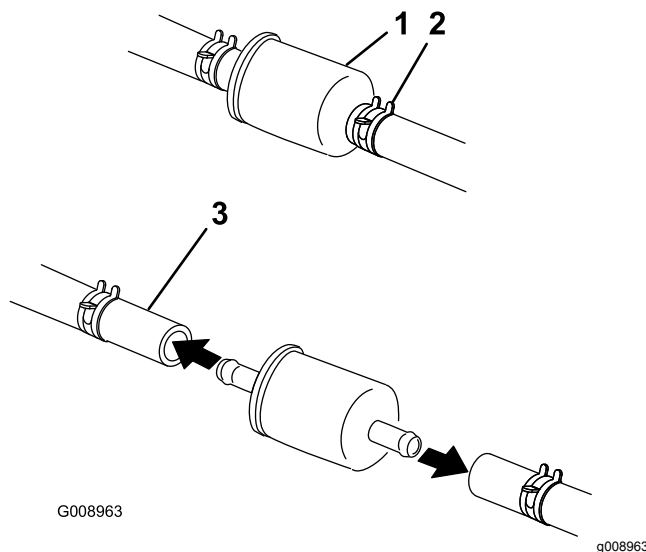

Figura 54
5. Premete le estremità delle fascette stringitubo ed allontanatele dal filtro (Figura 54).
7. Montate un nuovo filtro ed avvicinate le fascette stringitubo al filtro (Figura 54).